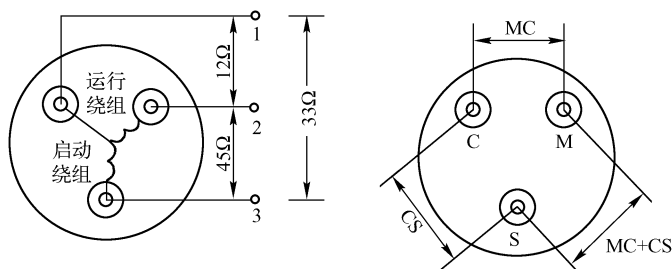

图1-10 压缩机接线端子的判断
②测量方法。电动机绕组的引线通过内插头接到机壳上的3个接线柱上。常用C表示电动机运行绕组与启动绕组的公共端,用M表示运行绕组的引出线端,用S表示启动绕组的引出线端。对于具体绕组接线端子的判断,以某全封闭压缩机电动机绕组测量为例,按以下步骤进行。
b. 测量 在测量之前先分别在每根线柱附近标上1、2、3的记号,然后用万用表测量1与2、2与3、3与1三组线柱之间的电阻,测量得到的电阻值如图1-10所示。
c. 判别 由图1-10可知,2与3之间的阻值最大为 $45\Omega$ ,是运行绕组和启动绕组的电阻值之和,说明另一线柱1为运行绕组与启动绕组的公共接头。1与3之间的电阻值是 $33\Omega$ ,为次大电阻,应是启动绕组的电阻值;1与2之间的电阻值是 $12\Omega$ ,为最小电阻,应是运行绕组的电阻值。因此,可以判断引线柱1为公共接头,引线柱2是运行绕组接头,引线柱3是启动绕组接头。对于压缩机电动机绕组阻值的测量,单相电动机在3个引线上测得的阻值,应满足如下关系: